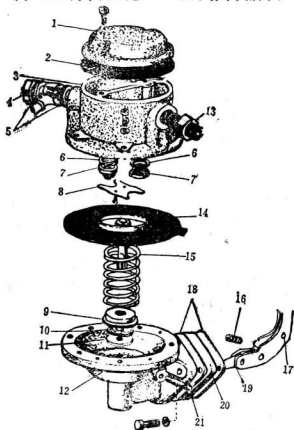

图1-20 丰田日野RT81汽油泵
(9) (图1-20) 为丰田日野 RT81型小客车汽油泵。